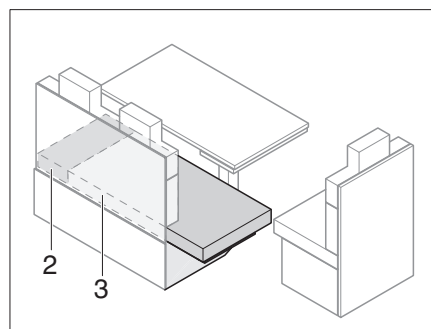

Fig. 149 Dopo l'estrazione
- Tirare i cuscini del divano (Fig. 149,3) sulla prolunga del divanetto.
- Posizionare i cuscini aggiuntivi (Fig. 149,2) tra i cuscini del divano (Fig. 149,3) e la parete esterna.
- Togliere i cuscini aggiuntivi (Fig. 149,2).
- Tirare i cuscini (Fig. 149,3) sul divanetto.